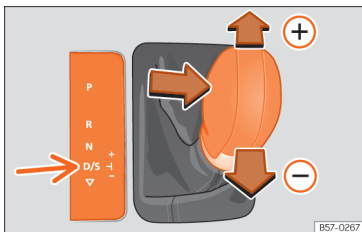

Fig. 230 Leva selettoria in posizione Tiptronic
- Premere la leva in avanti (+) o indietro (-) per aumentare o scalare la marcia »» **fig. 230**.